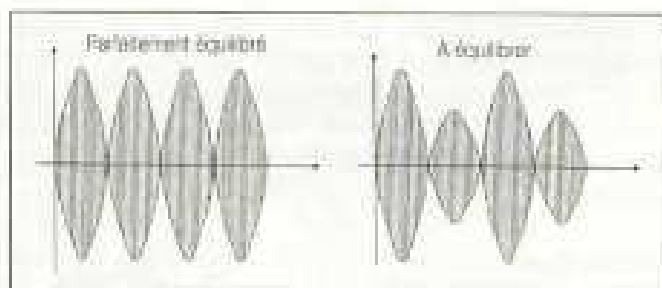

Figure 14: Réglage de chaque modulateur équilibré avec potentiomètre
- G) Réglez le potentiomètre P1 jusqu'à l'obtention de l'oscillogramme équilibré donné par la figure 14.
Refaire toute la procédure depuis C) mais pour le potentiomètre P2 et les diodes correspondantes soudées au même enroulement, les autres étant dessoudées, et équilibrez de la même manière l'autre modulateur selon figure 14.